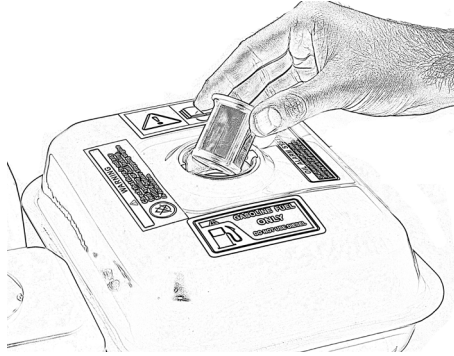

Abbildung 22
- Öffnen Sie den Tankdeckel und entnehmen Sie das Tanksieb, Abb. 22.